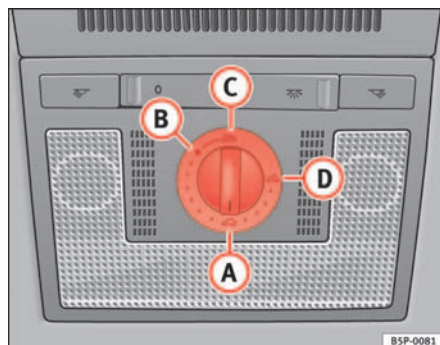

Abb. 70 Ausschnitt aus dem Dachhimmel: Drehschalter Schiebe-/Ausstelldach
- Drehen Sie den Drehschalter in Stellung **(A)** ⇒ Abb. 70 ⇒ ⚠.